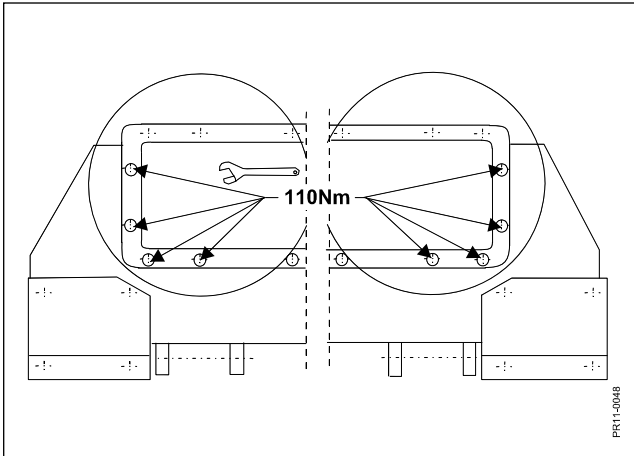

Fig. 5-4
- Fig. 5-4** Um schädliche Vibrationen zu vermeiden muß der Mähbalken ordnungsgemäß befestigt sein. 110 Nm (11 Kpm.) Die Bolzen an den Enden des Mähbalkens regelmäßig prüfen.